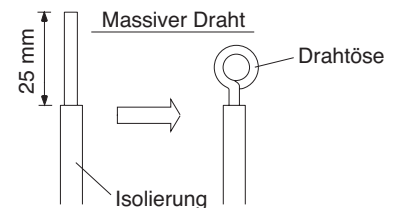

Abb. 27
- (1) Schneiden Sie das Kabel mit einer Drahtzange ab und entfernen Sie dann die Isolierung, so daß ungefähr 25 mm des Drahtes freiliegen. (Abb. 27)
- (2) Entfernen Sie mit einem Schraubenzieher die Anschlußschraube(n) auf der Arretierungslamelle.
- (3) Biegen Sie das blanke Drahtende mit der Zange zu einer Öse, die um die Anschlußschraube paßt.
- (4) Formen Sie die Drahtöse entsprechend und platzieren Sie sie auf dem Anschluß. Bringen Sie dann die Bundschraube an ihren Platz und ziehen Sie sie mit dem Schraubenzieher fest.